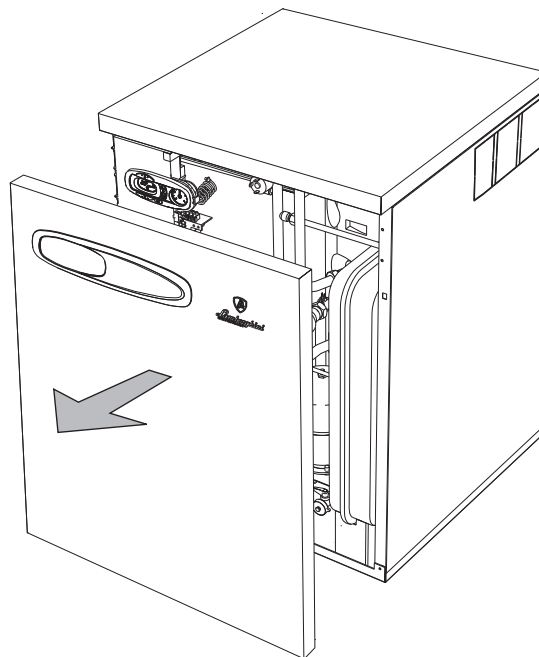

fig. 24 - Apertura pannello frontale
2. Rimuovere il pannello frontale (vedi fig. 24).
Per aprire il mantello della caldaia tirare a sé il pannello e sganciarlo (vedi fig. 24).